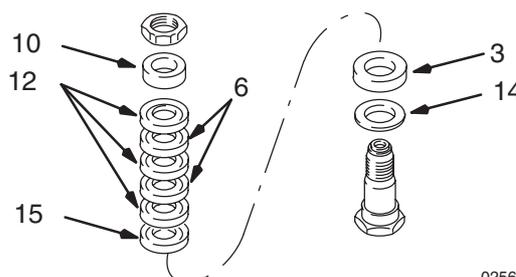

Fig. 15
Fig. 15 y lista de piezas. Limpie las roscas de la válvula del pistón. Monte las siguientes piezas, de una en una: la arandela de protección (14), el sello (3) (con los bordes hacia abajo) y el casquillo hembra (15) en el pistón. Monte de forma alterna las empaquetaduras de polietileno (12) y de cuero (6) (bordes hacia arriba) en el pistón. Monte después el casquillo macho (10).